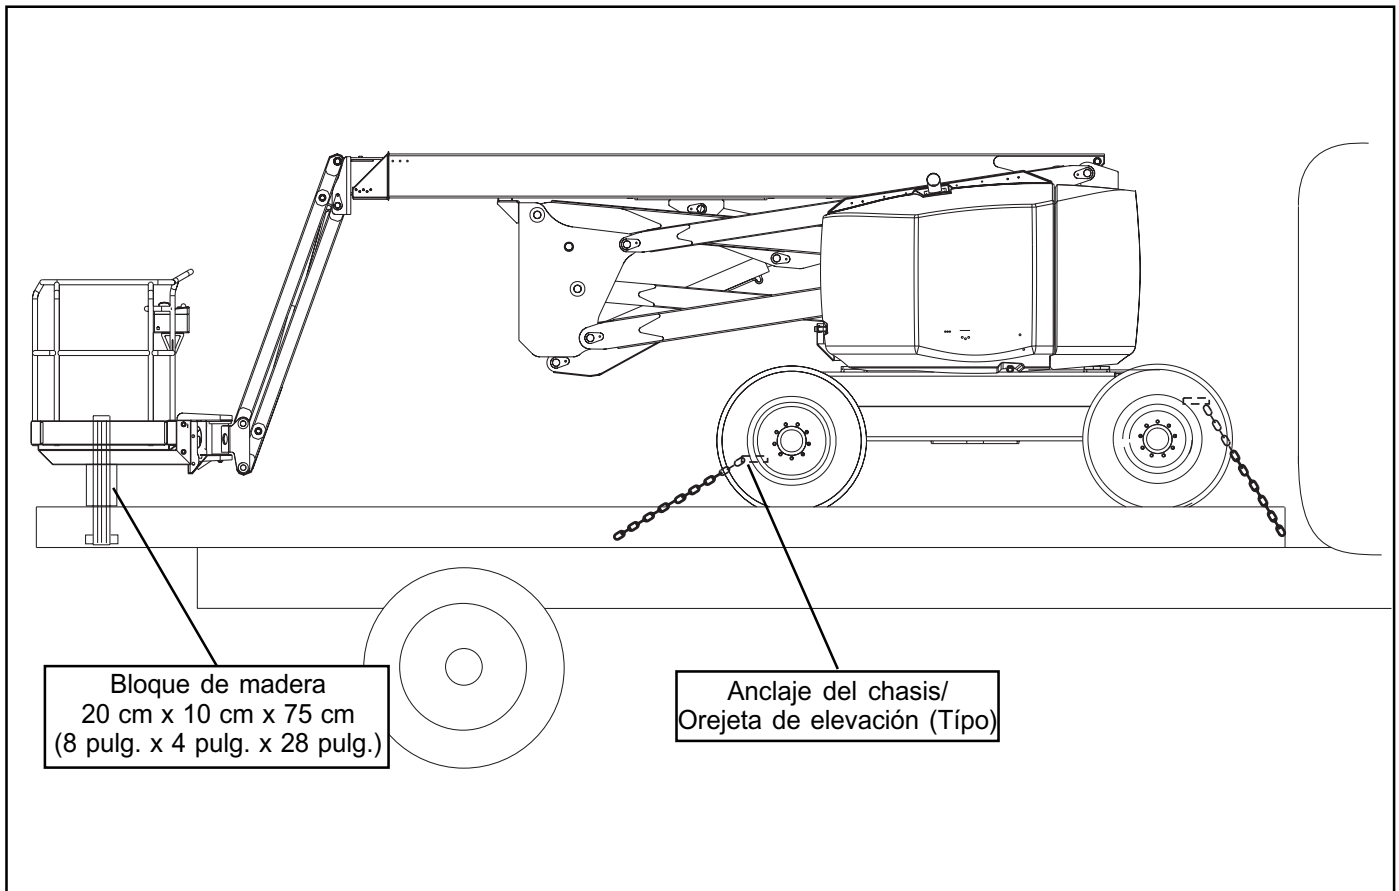

Figura 7: Asegurado de la máquina para el transporte
6. Asegure la máquina al vehículo de transporte utilizando cadenas/correas de capacidad de carga adecuada (consulte las especificaciones en la última página) sujetadas a las orejetas de amarre del chasis (consulte la Figura 7).
7. Coloque un bloque de madera (20 cm x 10 cm x 75 cm) [8 pulg. x 4 pulg. x 28 pulg.] debajo de los apoyos, según se ilustra (consulte la Figura 7).
8. Coloque una correa de trinquete debajo del enrejado del piso de la plataforma, sobre los apoyos (consulte la Figura 7). Apriete con firmeza, no ajustar en exceso.